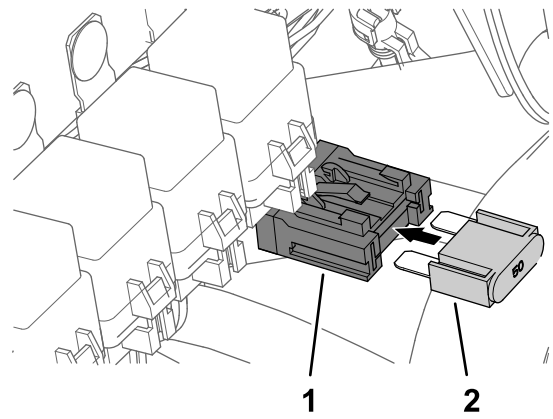

Bild 194
7. Setzen Sie die Sicherung: (50 A) in den internen Sicherungskasten ein, bis sie fest sitzt (Bild 194).